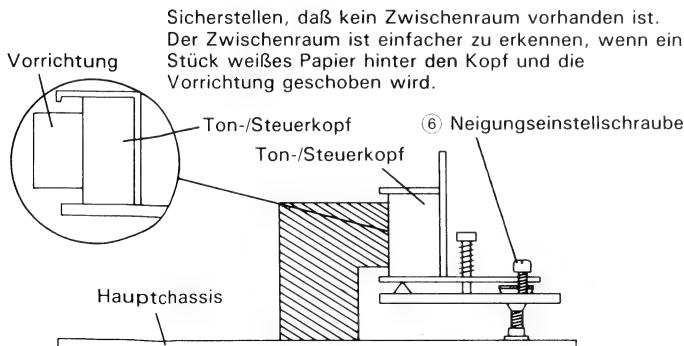

Abbildung 1-22.
6. Den Ton-/Steuerkopf-Neigungswinkel gemäß Abb. 1-22 einstellen.
2. Den Neigungswinkel des Ton-/Steuerkopfs gemäß Abb. 1-22 einstellen.